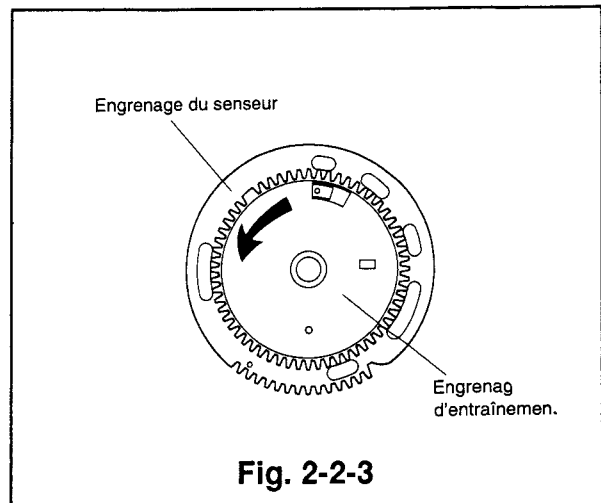

Fig. 2-2-3
- 6) Tourner et tirer l'engrenage d'entraînement dans le sens indiqué par la flèche et l'enlever de l'engrenage du senseur comme illustré dans la Fig. 2-2-3.